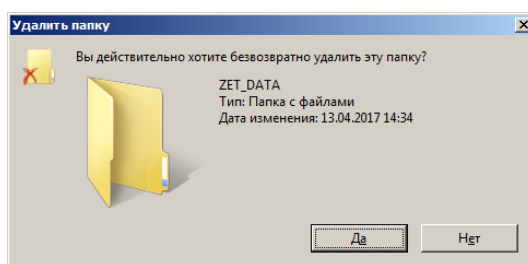

Рис. 2.13 Окно «Удалить папку»
- в открывшемся окне «Удалить папку» (Рис. 2.13) подтвердить удаление активировав кнопку «Да», после чего память сейсмографа будет полностью очищена;